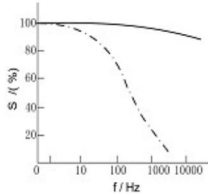

图 10 光敏电阻频率特性
(4) 时间特性：实验证明，光敏电阻的光电流不能随着光强改变而立刻变化，即光敏电阻产生的光电流有一定的惰性，这种惰性通常用时间常数表示。大多数的光敏电阻时间常数都较大，这是它的缺点之一。不同材料的光敏电阻具有不同的时间常数(毫秒数量级)，因而它们的频率特性也就各不相同，如图 10 所示。